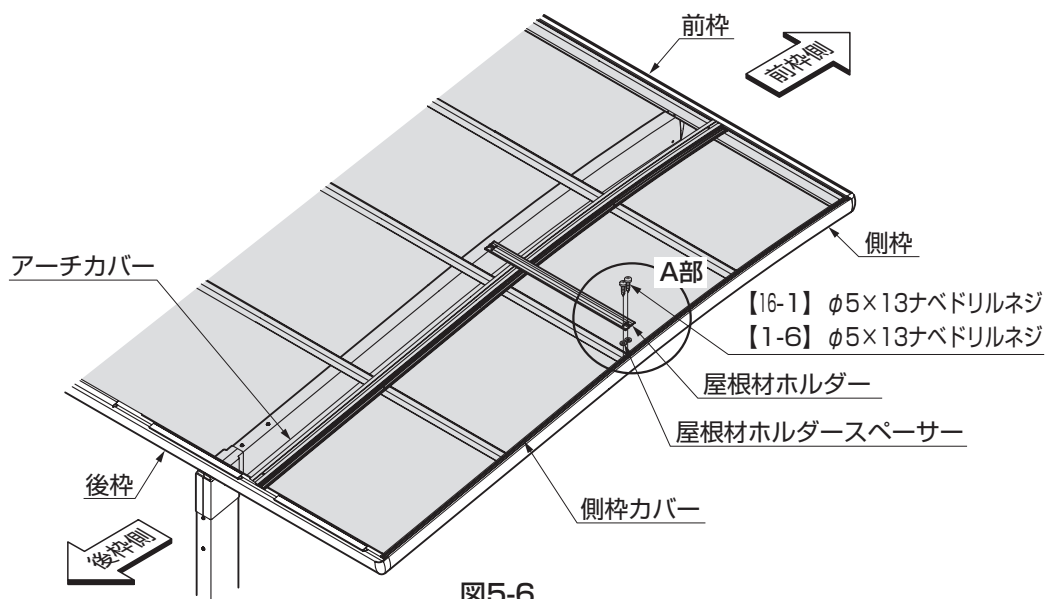

図5-6
①屋根材ホルダーを後枠側から数えて2本目の母屋の真上の位置に【1-6】、【16-1】で取付けてください。（図5-6参照）